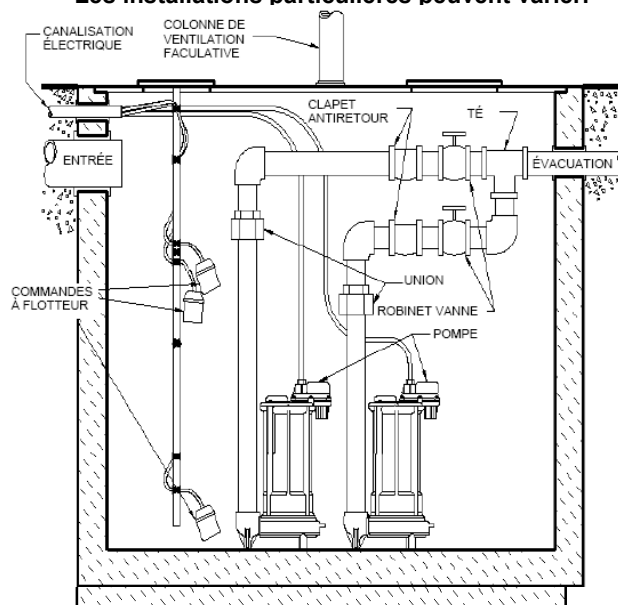

Fig. 3 – Installation type du système double
- B. **Systèmes doubles (deux pompes) (voir fig. 3) :** Placer les deux pompes au fond du bassin. La commande double utilisée comprendra 3 ou 4 flotteurs qui seront soit fixés à un tuyau d'évacuation ou encore à une tige indépendante ou à un support. Suivre les instructions fournies par le fabricant du dispositif de commande